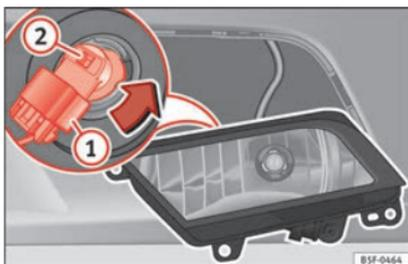

Fig. 97 Farol de nevoeiro.
- Retirar o conector » Fig. 97 ① da lâmpada.
- Rode o porta-lâmpadas » Fig. 97 ② para a esquerda e puxe.